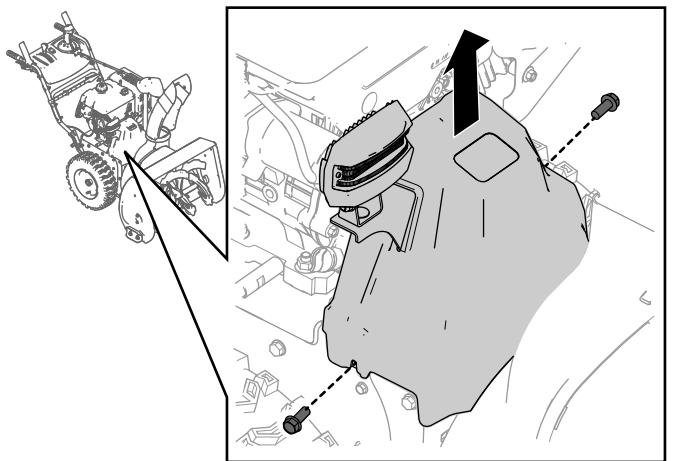

Figura 27
1. Rimuovete le 2 viti che fissano in posizione il copringhia (Figura 27).
2. Rimuovete il copringhia (Figura 27).